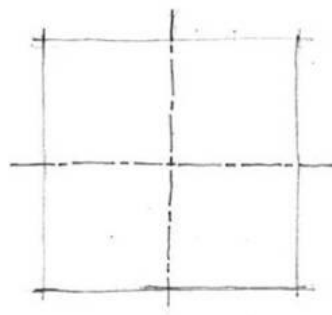

Figura VIII-7. Trazado de circunferencia grande paso 1
Paso 1: Se dibuja el cuadrado que va a contener la circunferencia y sus ejes principales como se muestra en figura VIII-7.